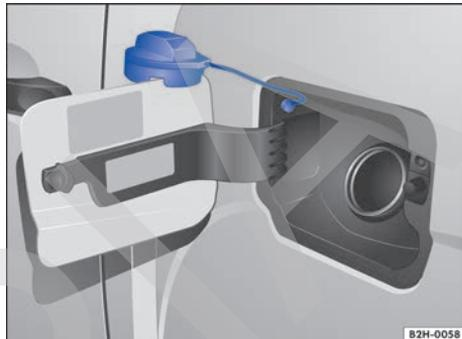

Fig. 133 Tapa abierta del tanque de combustible y tapón del mismo.
- Desenrosque el tapón del tanque en el sentido contrario al de las agujas del reloj y encájelo en el orificio previsto en la tapa → fig. 133.
El tipo de combustible que utiliza el vehículo figura en el adhesivo situado en la cara interior de la tapa del tanque de combustible → fig. 133.